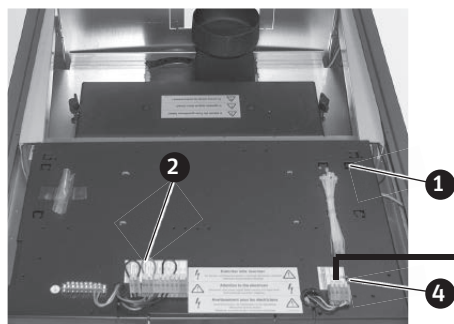
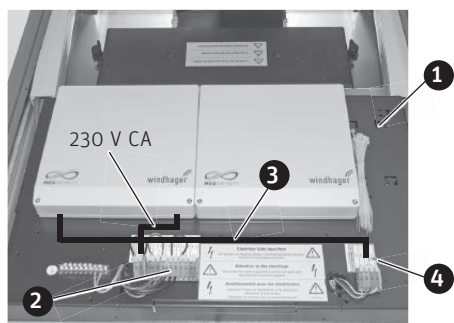

Fig. 90 Bornes de raccordement pour composants de sécurité et connexion LON aux modules fonctionnels (système de régulation MES INFINITY)
Fig. 92 Module fonctionnel (système de régulation MES INFINITY) monté sur le tableau de distribution de la chaudière
- sur le tableau de distribution de la chaudière (Fig. 92) – point 14.2.
Le raccord LON et les raccords pour les composants de sécurité se trouvent sur le couvercle du tableau de distribution (bornes à ressort en cage sans vis). Ces connexions doivent être réalisées à l'aide de câbles en PVC à fils fin – Fig. 90, Fig. 92.
La résistance au niveau du raccord LON et les ponts au niveau des composants de sécurité doivent être retirés une fois le raccordement effectué seulement – Fig. 90, Fig. 92.